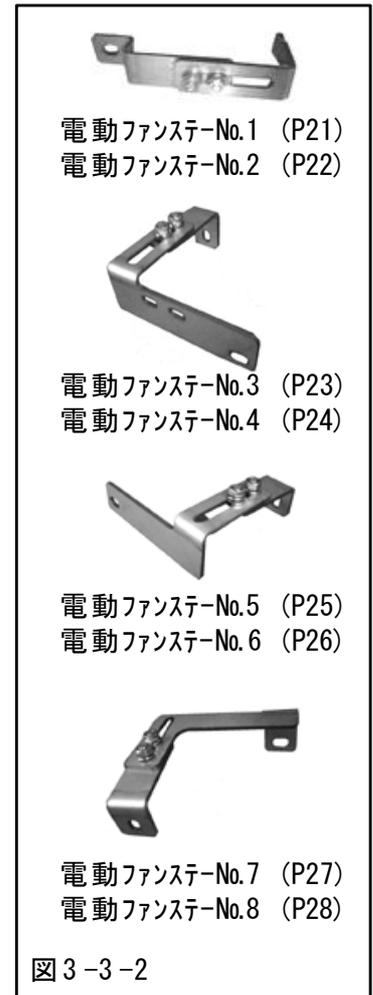

図3-3-2
- (1) 電動ファンステーNo. 1～No.8を組立ててください。その際、No.1とNo.2, No.3とNo.4, No.5とNo.6, No.7とNo.8が組になります。(図3-3-2)